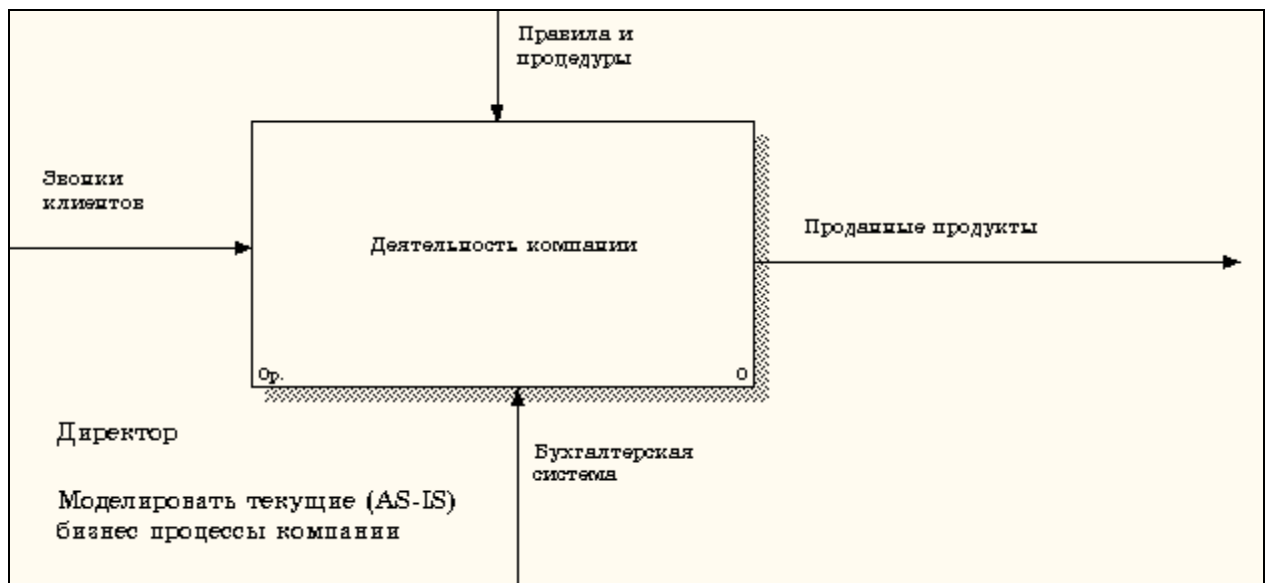

Рисунок 1.10 – Внесение текста в поле диаграммы с помощью редактора **Text Block Editor**
14. С помощью кнопки **T** внесите текст в поле диаграммы – точку зрения и цель (рисунок 1.10).